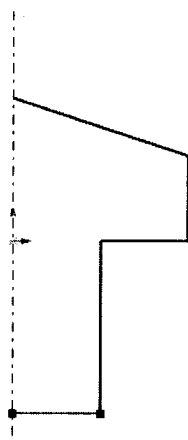

图 1-4 两个圆弧
(2) 绘制如图 1-4 所示的两个圆，一个圆的圆心在中心线上，并选择“尺寸标注”命令进行尺寸定义。结果如图 1-4 所示。